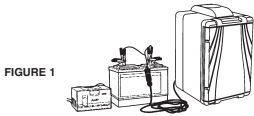

FIGURE 1
- A 12-Volt (6 to 10 AMPERE AUTOMATIC) or 12-Volt (6 AMPERE NONAUTOMATIC) battery charger connected to a 12-Volt battery, see figure 1.
2. Un chargeur de batterie de 12 volts - AUTOMATIQUE DE 6 à 10 AMPERES ou MANUEL de 6 volts - branché sur batterie de 12 volts, voyez la figure 1.